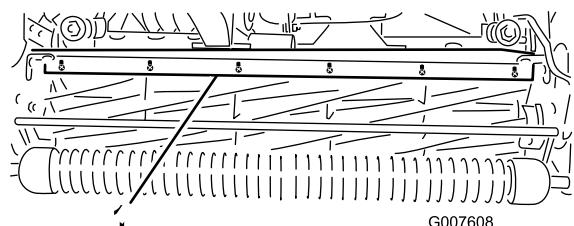

図 52
1. バー図 52をカッティングユニットに固定しているねじをゆるめる。